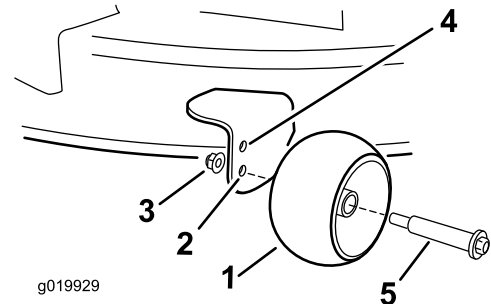

Bild 30
- Oberes Loch: Verwenden Sie diese Stellung mit dem Mähwerk in der Schnitthöheneinstellung 63 mm oder niedriger (Bild 30).
- Unteres Loch: Verwenden Sie diese Stellung mit dem Mähwerk in der Schnitthöheneinstellung 76 mm oder höher (Bild 30).